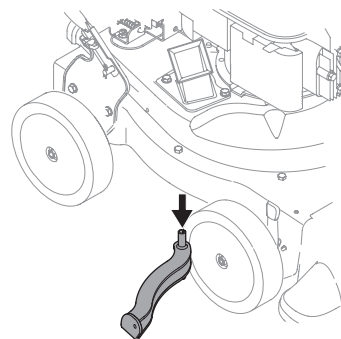

Figura 17
6. Saque la pantalla y límpiela con un cepillo o lávela con agua. Vea la Figura 17.